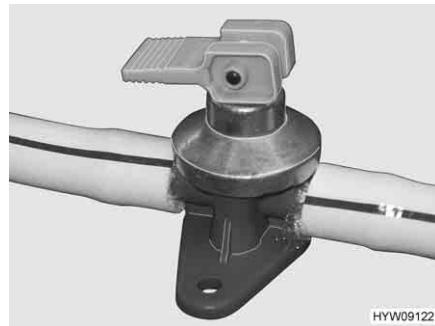
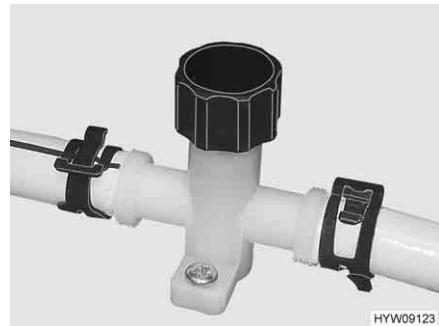

Fig. 97 Rubinetto di scarico (boiler
Fig. 98 Rubinetto di scarico (tubatura
- Chiudere tutti i rubinetti di scarico (Fig. 97 o Fig. 98). Chiudere i coperchi in senso orario oppure posizionare la leva a bilanciere in posizione orizzontale. L'ubicazione delle valvole di sicurezza/di scarico e dei rubinetti di scarico è riportata al paragrafo 10.6, alla fine di questo capitolo.